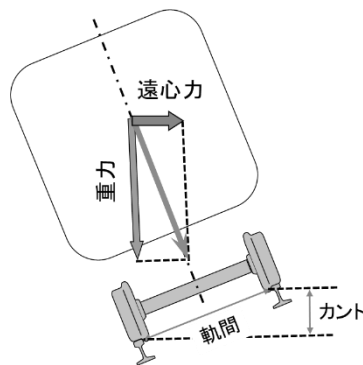

図 1 車両の曲線走行時の均衡速度における力のつり合い
- ① 図 1 は、車両が曲線走行時の均衡速度における力のつり合いを表している。これを参考に、均衡速度、均衡カント、カント不足量について述べなさい。また、カント不足量の許容される上限値を定める際に考慮すべき事項について述べなさい。